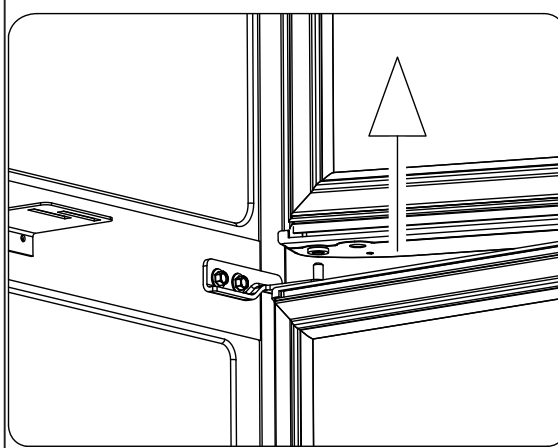

Рисунок 3
3. Снимите верхнюю дверь с оси среднего кронштейна (см. рисунок 3).